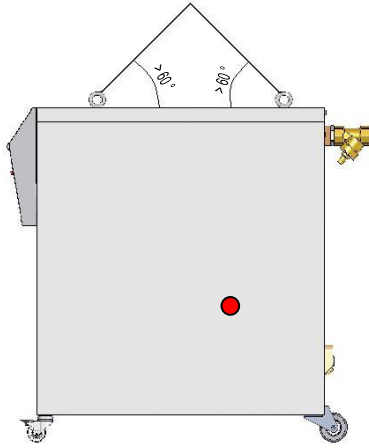

Fig. 7: Puntos de enganche
1. Enganchar la cuerda y las correas Fig. 7 correspondientemente.
2. Asegurarse de que el aparato cuelgue recto, y tener en cuenta el centro de gravedad excéntrico (→ ● Fig. 7).